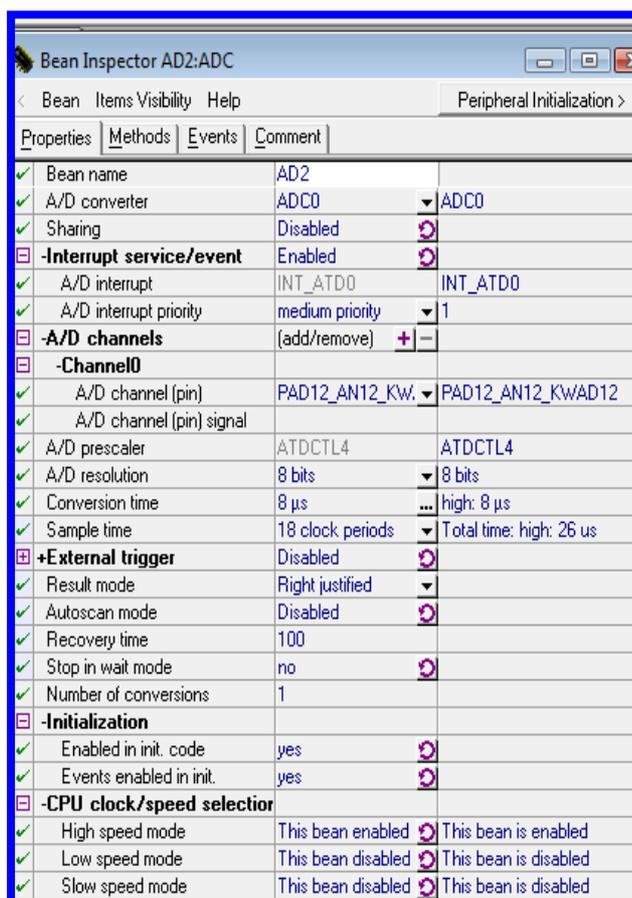

Figura 4.120 Configuración del ADC.
7.- Configuración del ADC. La configuración del ADC se realizará de la siguiente manera (Figura 4.120):